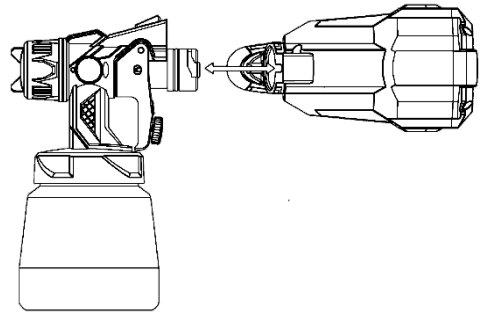

Рисунок 2
4.4 Встановіть ємність з попередньо заповненою фарбою на виріб (рисунок 2).